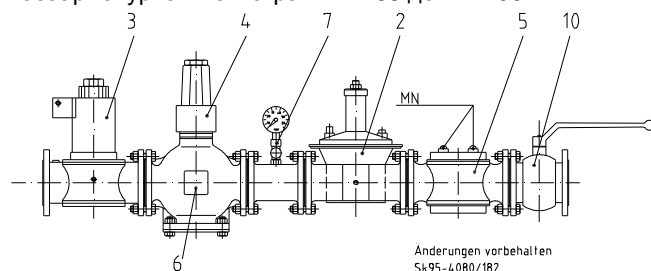

Рис. 4: Описание:
- Давление газа (Давление в форсунке) - винт регулятора давления газа ② (здесь и далее см. Рис. 4)
- Объём газа 2-ой ступени - на настройке клапана ③
- Объём газа, ступень 1 - на настроечном колесе магнитного клапана ступень 1 ④
- В газоарматурной магистрали DN 65/80/100 на клапане с приводом ④ (Johnson Controls см. Рис.слева)
- Пусковой объём газа – регулировочным винтом вентиля 1 ①